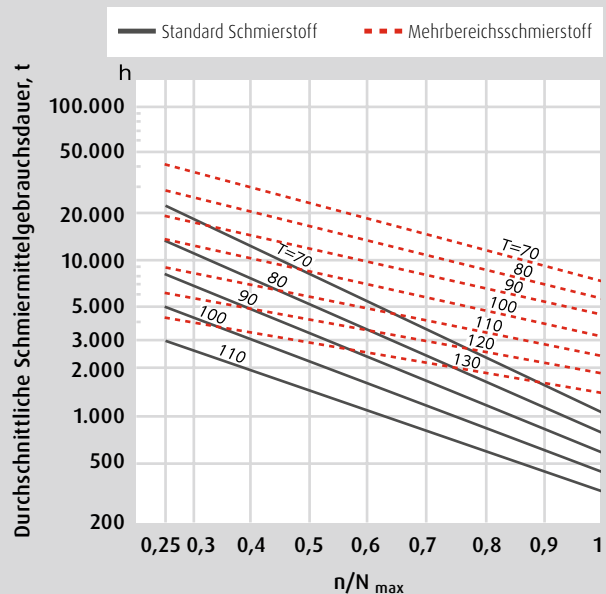

Abb. 3 Schmiermittelgebrauchsdauer von abgedichteten Kugellagern
Wenn einreihige Rillenkugellager mit einem Schmierstoff versehen werden, kann die Fettgebrauchsdauer mithilfe von Gleichung (1), Gleichung (2) oder Abb. 3 veranschlagt werden:
Gleichung (1), Gleichung (2) und Abb. 3 gelten unter den folgenden Bedingungen: